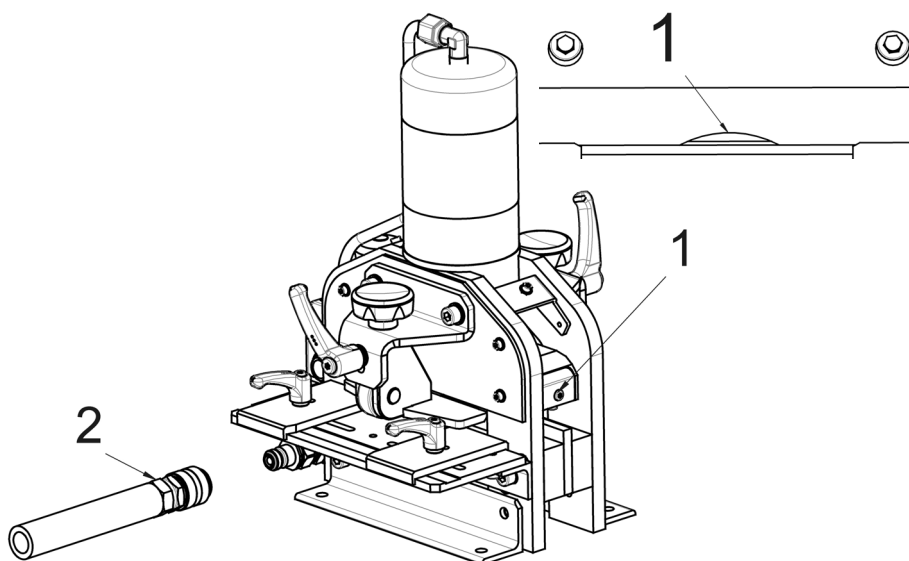

Рис. 10: Нож в нижней позиции
- Активировать гидравлический насос и дать ножу опуститься вниз настолько, чтобы был заметен небольшой зазор (рис. 10, 1) между ножом и противорежущей пластиной.
- Отключить гидравлический насос и сразу отсоединить гидравлическое соединение (рис. 10, 2) от блока резки, чтобы режущий механизм остался в нижнем положении.